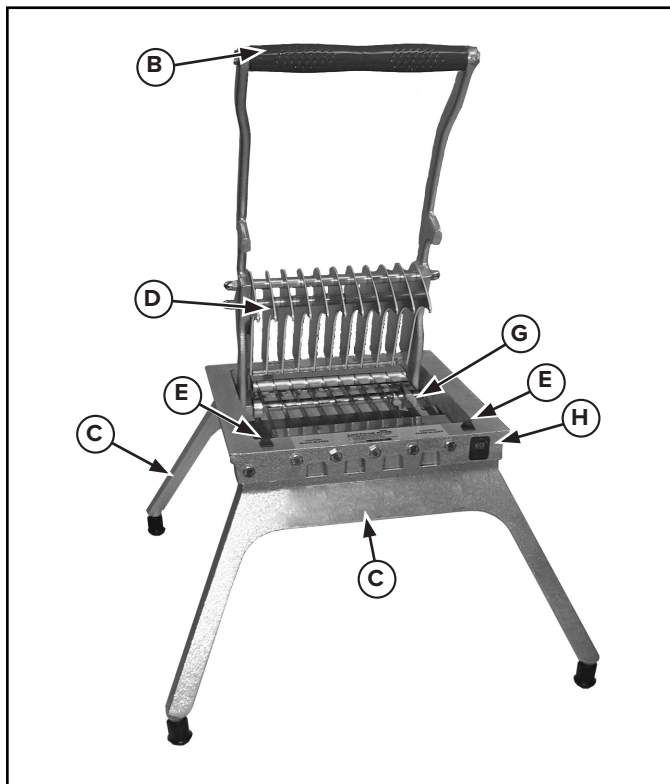

Figura 1. Características y controles, Lettuce King I.
6. **Lettuce King I:** Quite la mano del área del conjunto de hojas (G) y colóquela en la pata (C). Consulte la Figura 1.
4. Verifique que los topes (E) estén instalados. Si faltan, limpie la superficie e instale la o las protecciones bloqueadoras de las hojas. Consulte la Figura 1.
5. Retire los tornillos que sostienen el conjunto de hojas (T). Retire y deseche cuidadosamente el conjunto de hojas. Consulte la vista detallada y la lista de piezas.
6. Inspeccione los dedos de empuje (J). Si están mellados o presentan rebabas, alise los bordes ásperos con una lima plana pequeña. Los espacios entre los dedos deben ser uniformes. Enderece los dedos doblados.
7. Verifique que las protecciones de las hojas (V) estén instaladas en el conjunto de hojas. Consulte la Figura 1.
8. Coloque el conjunto de hojas (G) en el bastidor (H) de modo que quede correctamente asentado con el lado filoso hacia arriba. Consulte la Figura 1.
9. Instale los tornillos en el lado posterior del conjunto de hojas (G). Apriételos hasta que hagan contacto con el conjunto de la base (H). Gire el tornillo hasta que quede apretado, sin exceder el 1/2 giro o los 0.5 kg. metros (40 pulg. lbs.)
10. Coloque la arandela de goma entre el conjunto de la base (H) y el conjunto de hojas (G). Introduzca los tornillos por el bastidor y la arandela de goma en el conjunto de hojas. Gire el tornillo hasta que quede apretado, sin exceder el 1/2 giro o los 0.5 kg. metros (40 pulg. lbs.)
11. Baje lentamente el cabezal de empuje (D) hasta el conjunto de hojas (G). Si hace contacto, es posible que deba ajustarse el cabezal del empuje. Para ello, afloje los tornillos de fijación del collarín trabante y ubíquelos, luego ajuste los dedos del cabezal de empuje. Apriete los tornillos de fijación del collarín trabante.